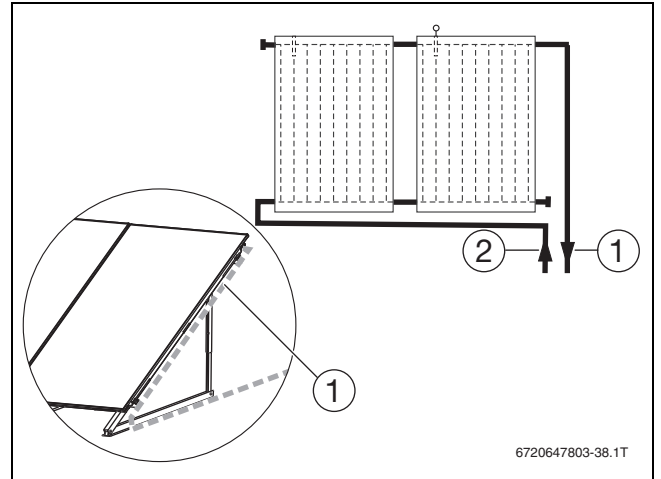

Рис. 59 Подводка трубопроводов к коллекторам
- ▶ Проведите подающую линию вдоль коллектора (→ рис. 59, стр. 27).